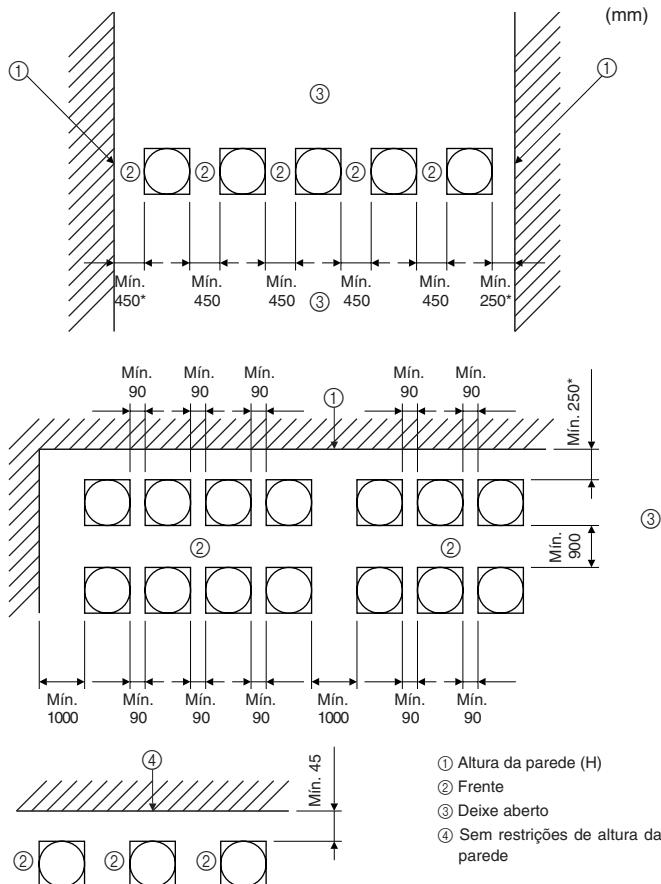

Fig. 2-8
2.4.2. Quando instalar várias unidades exteriores (Fig. 2-8)